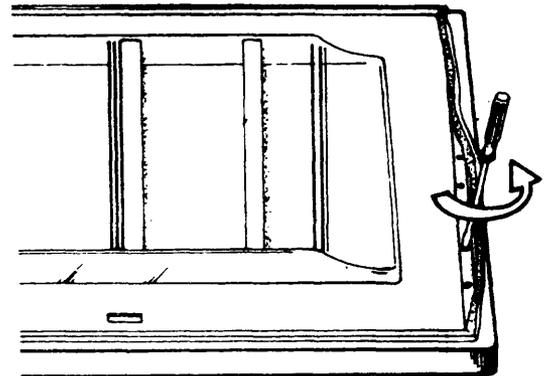

Fig. 2
- b Retire los tornillos de fijación de la goma con un destornillador (fig. 2).